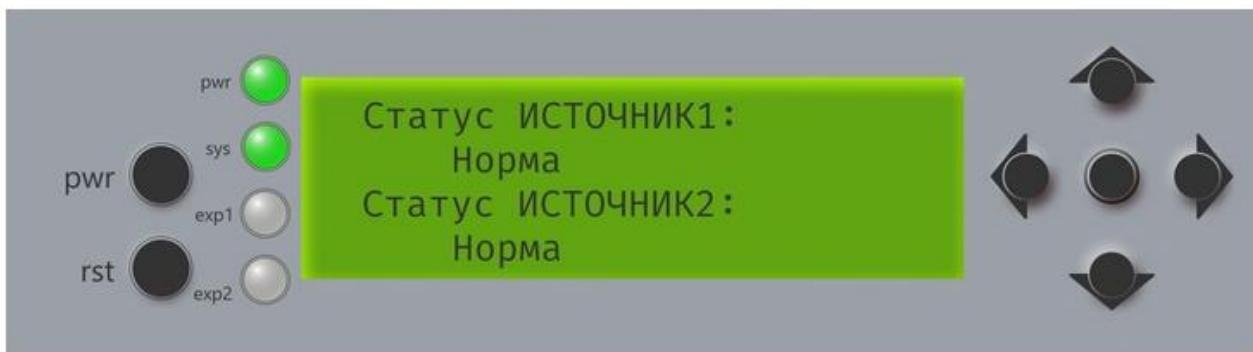

Рисунок 12 – Пример диагностики источников питания
- версии СПО и UEFI (рисунок 12);